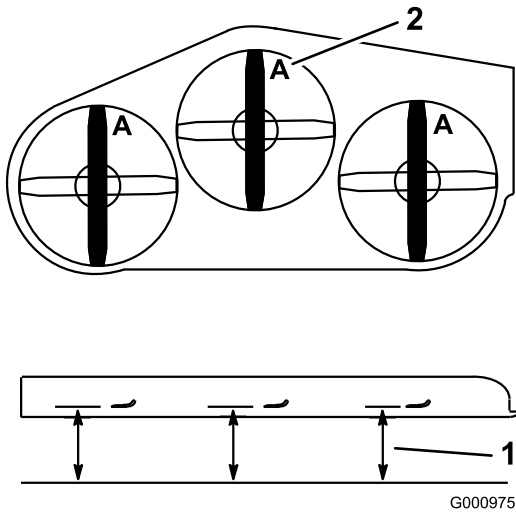

Figure 98
3. Tournez les lames dans le sens longitudinal (Figure 98). Mesurez la distance entre la surface plane et le tranchant (position **A**) des lames (Figure 98). Notez cette valeur.